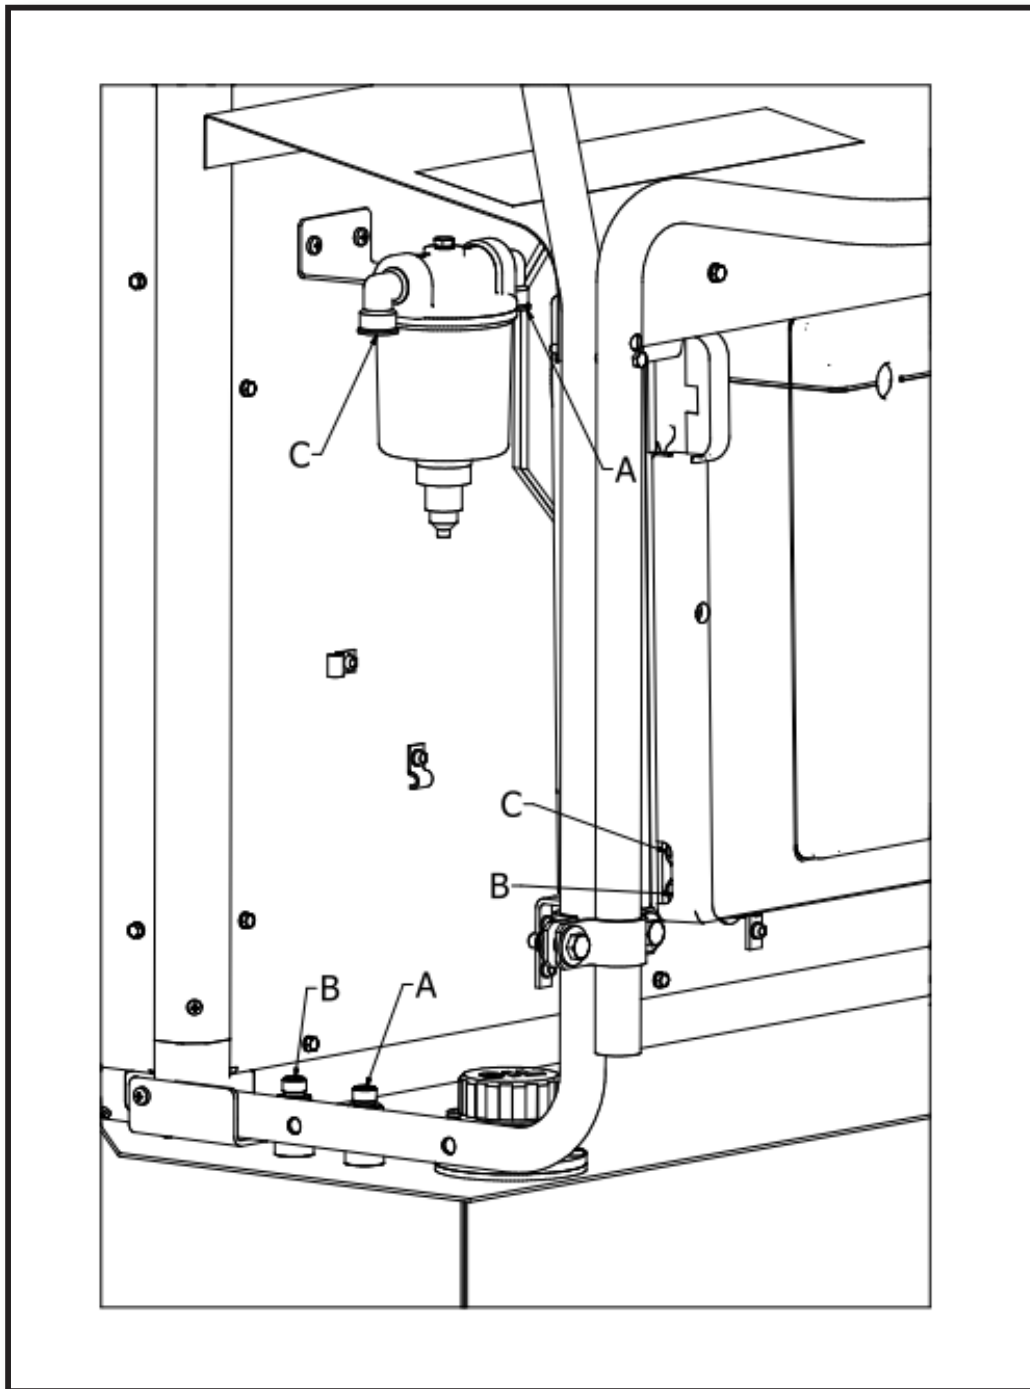

Fig. 17
► PRIKLJUČAK SPREMNIKA NA PLAMENIK (fig. 17)